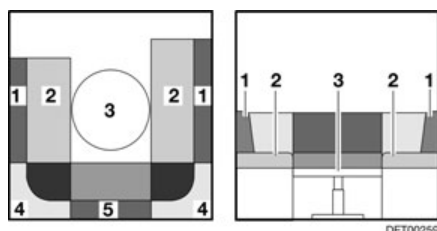

Fig. 83 Durante la transformación
- Extraer los cojines del respaldo (Fig. 83,1, 4 y 5).
- Colocar el cojín adicional (Fig. 84,6) entre los cojines del asiento (Fig. 84,2) sobre la mesa (Fig. 83,3).